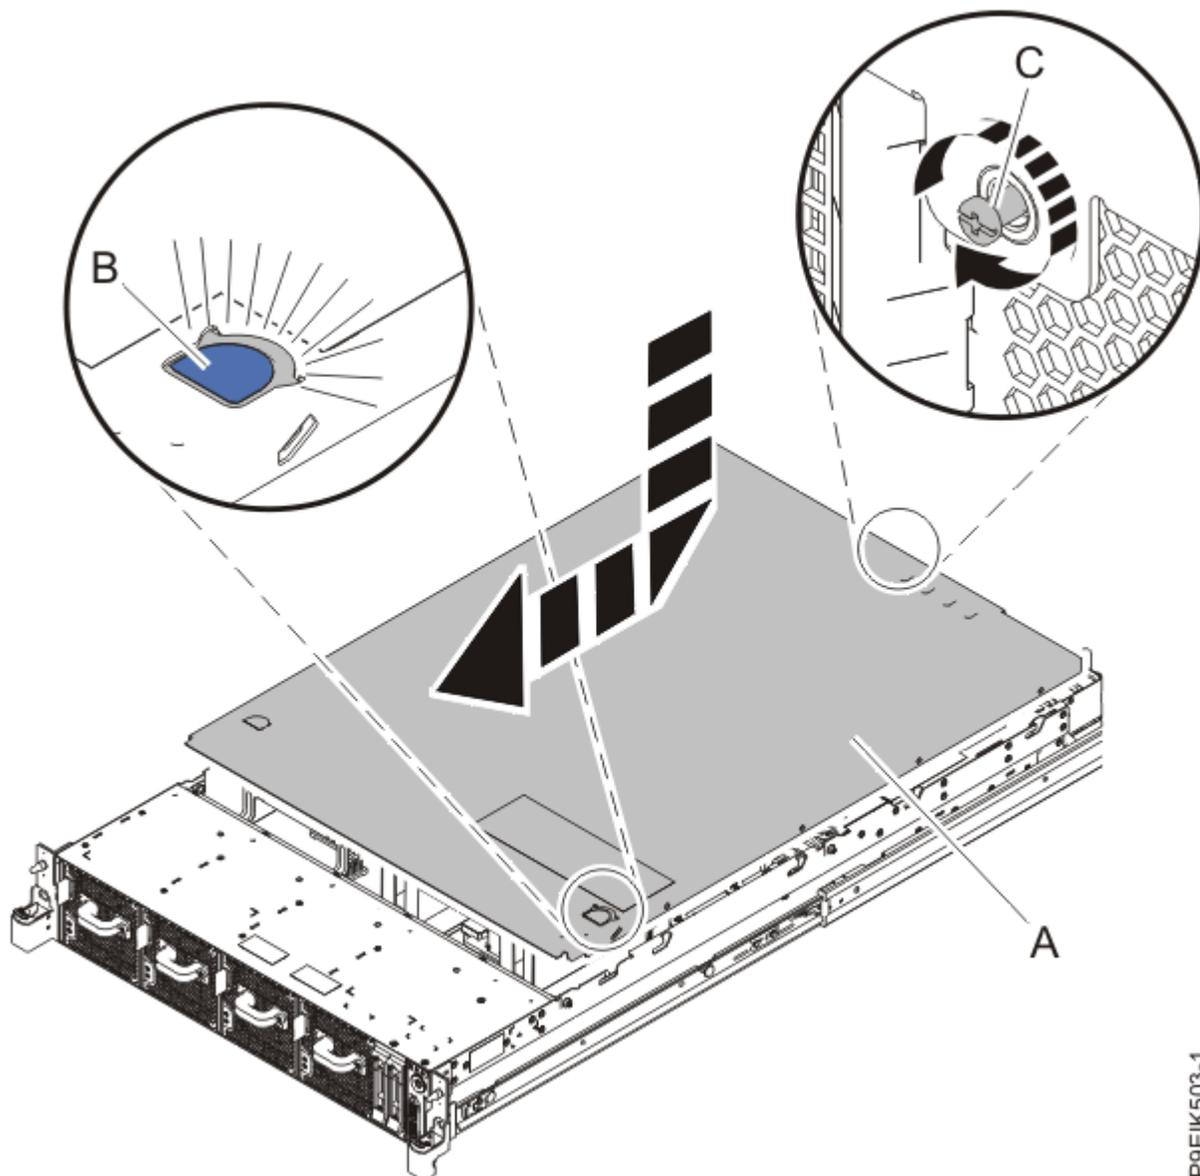

Figura 63. Instalando a Tampa
1. Coloque a tampa **(A)** na unidade de sistema de forma que os pinos de alinhamento na tampa fiquem alinhados com os slots no chassi. Deslize a tampa para a frente do sistema até que a trava de liberação azul **(B)** seja bloqueada no local, como mostrado na Figura 63 na página 106.